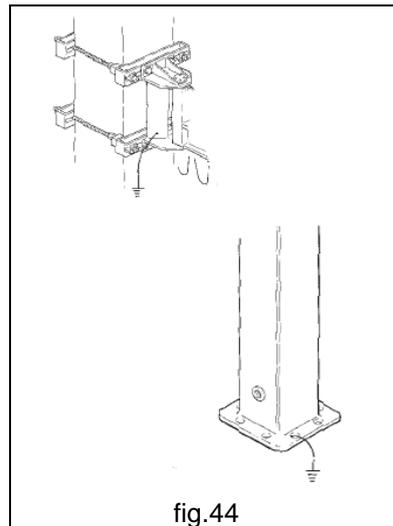

fig.44
- raccorder l'installation de terre, à la structure de la potence, en correspondance des points de prise aux effets prévus (fig.44).